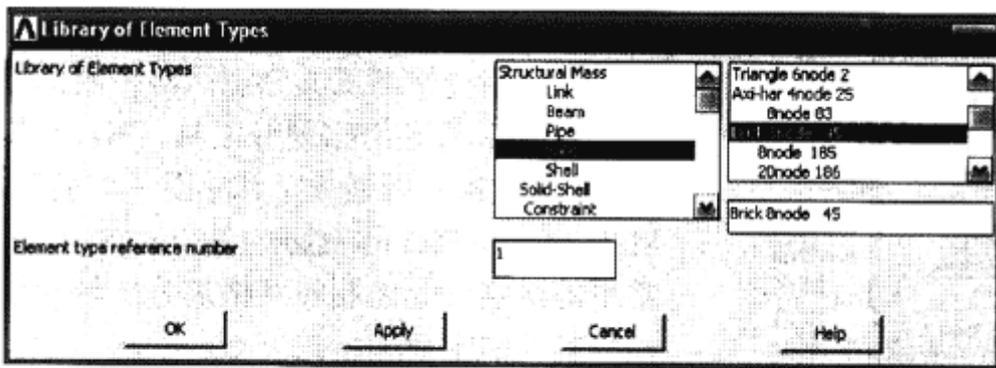

图 3-3 单元类型库对话框
②单击 Add...按钮，弹出 Library of Element Types 对话框，如图 3-3 所示。可以看到，列表框中列出了单元库中的所有单元类型。左侧列表框中显示的是单元的分类，右侧列表框为单元的特性和编号，选择单元时应该先明确自己要定义的单元类型，如 LINK、PLANE、BEAM 和 SOLID 等，然后从右边列表框中选择合适的单元。